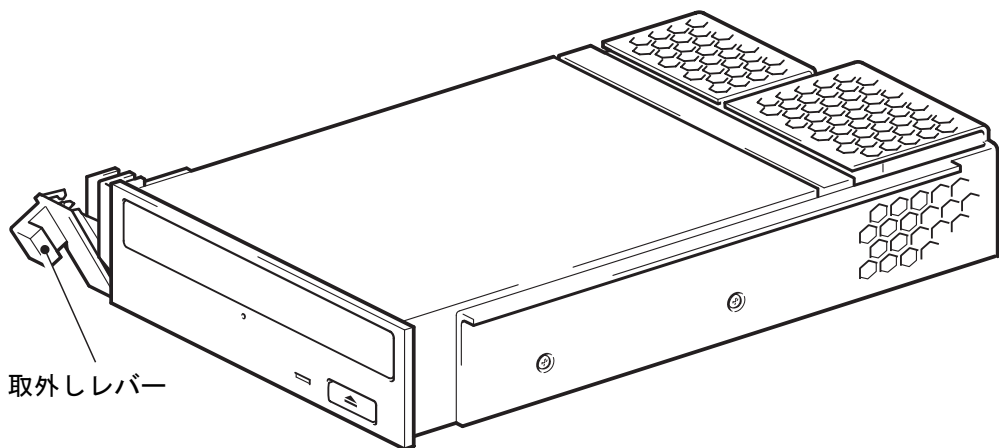

図 1a: アウト・ポジションにある取外しレバー
- 1 DVD+RW ドライブを取り付ける前に、取外しレバーが図 1a のように完全にオープン・ポジション（プル・アウト）にあることを確認します。